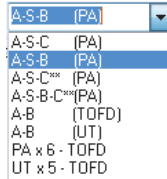

Abbildung 4-36 Liste der verfügbaren Layouts
2. Wählen Sie in der Liste der verfügbaren Vorlagen eine geeignete Vorlage aus (Abbildung 4-36 auf Seite 138).